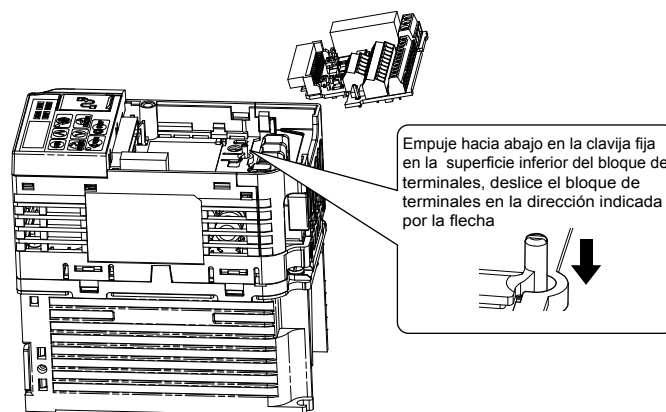

Figura 6.9 Reemplazo del Tablero de Terminales
1. Reemplace el bloque de terminales removible en el inversor de acuerdo con la Figura 6.9